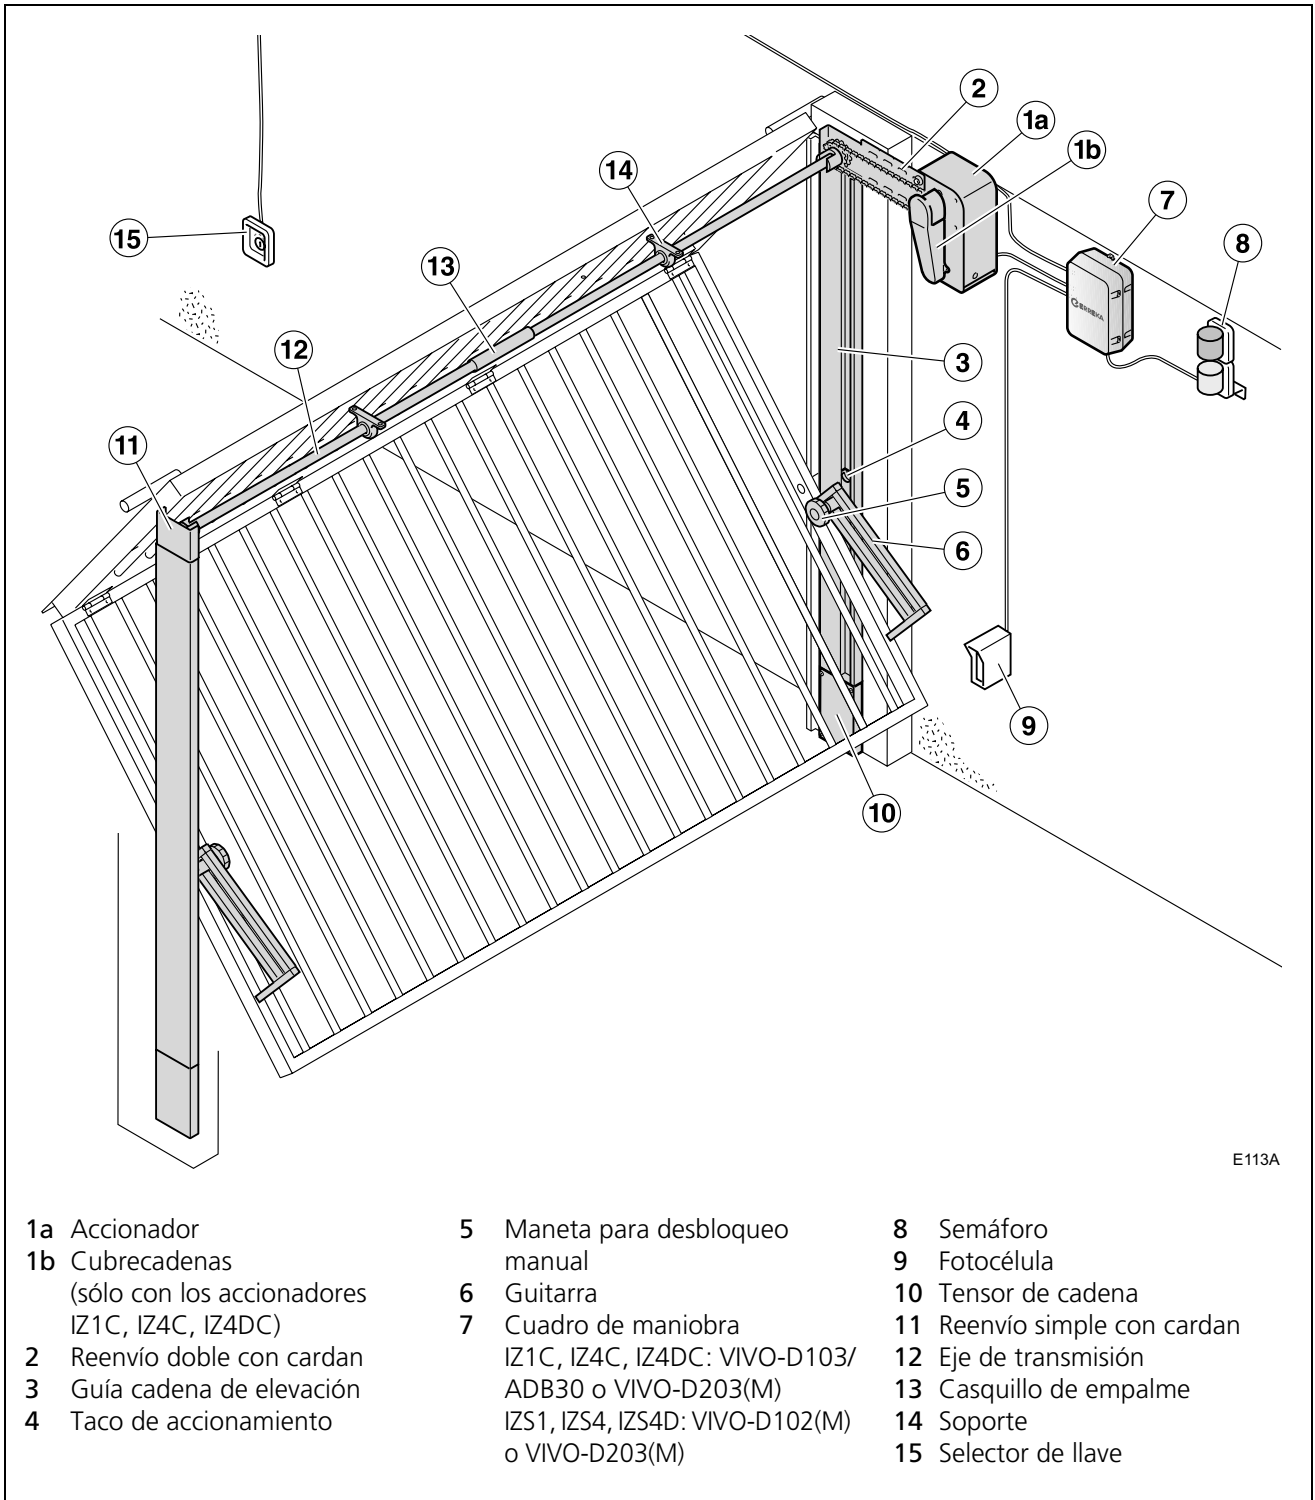
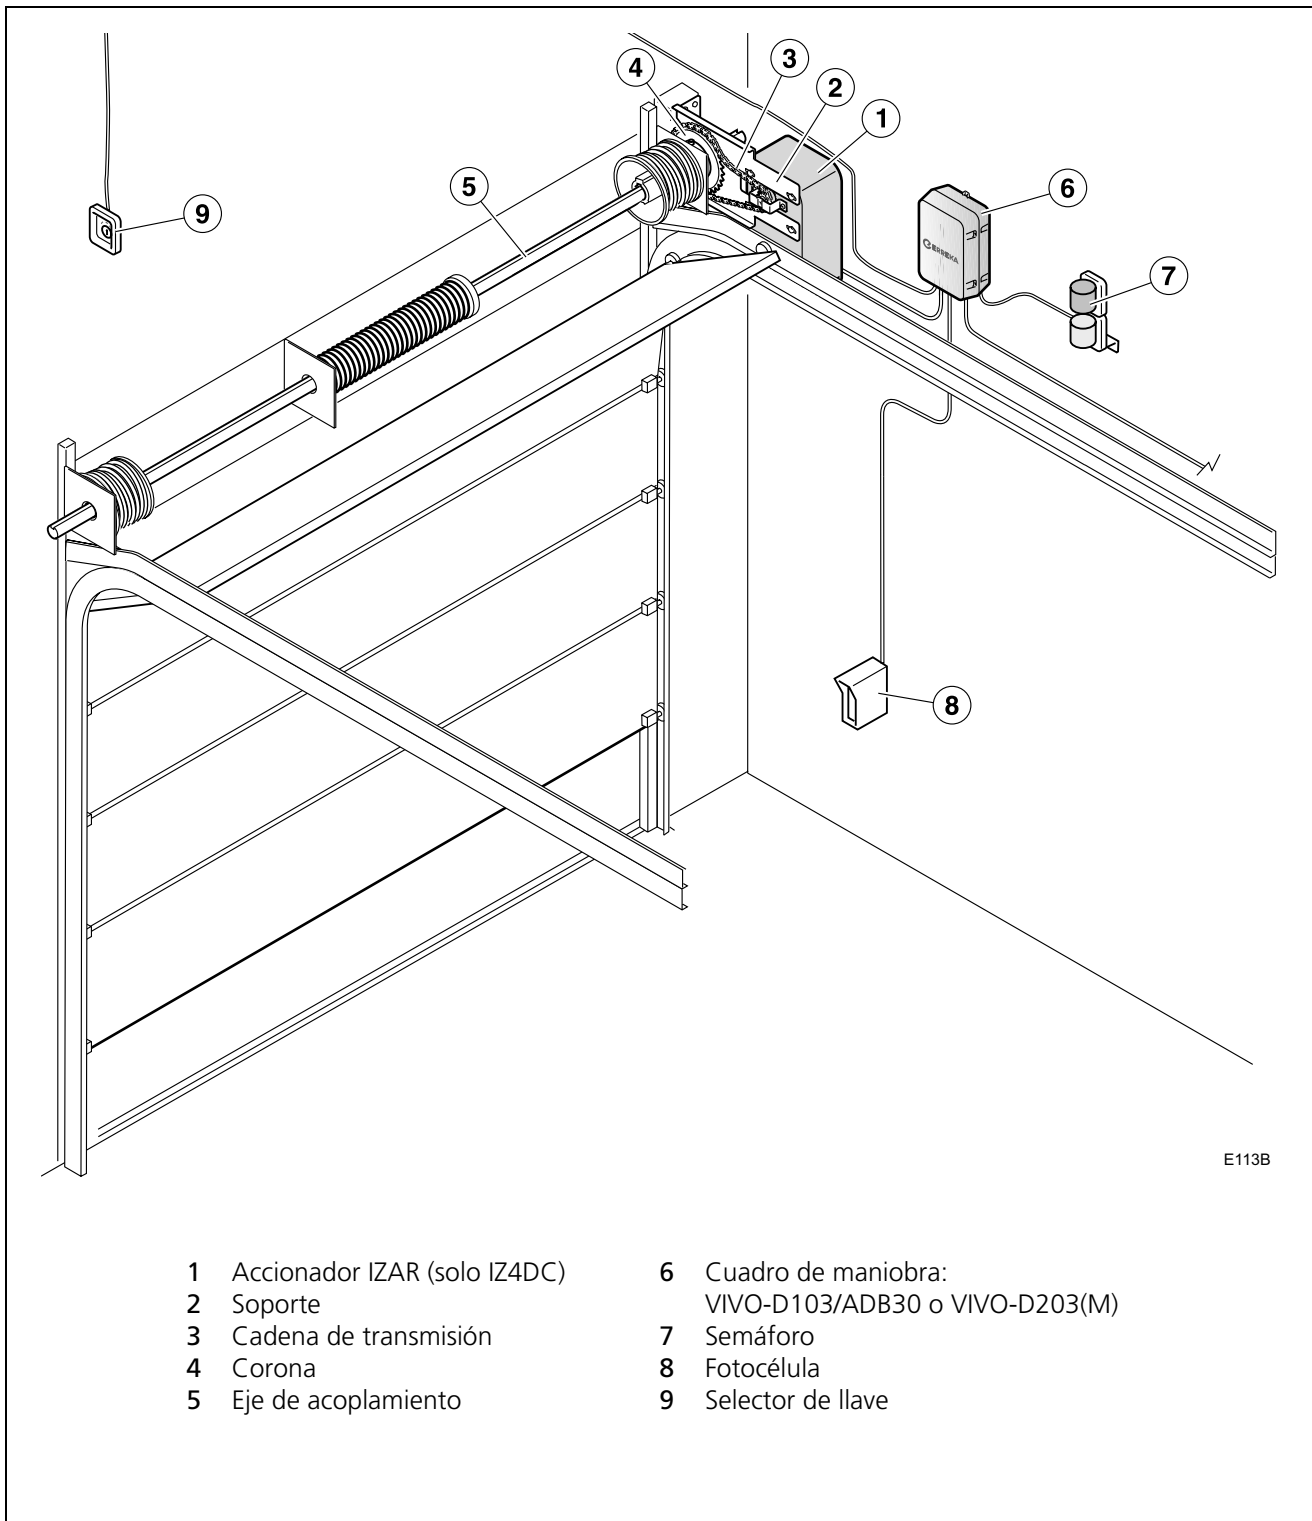

Fig. 1 Elementos de la instalación completa (puerta basculante)
Fig. 2 Elementos de la instalación completa (puerta seccional)
ℹ Para más información, vea "Fig. 1 Elementos de la instalación completa (puerta basculante)" en la página 10 y "Fig. 2 Elementos de la instalación completa (puerta seccional)" en la página 11.
- 2 Compruebe que el contenido del paquete está completo. Debe incluir el accionador (1a) y en los accionadores IZ1C, IZ4C e IZ4DC, también el cubrecadenas (1b) (ver "Fig. 1 Elementos de la instalación completa (puerta basculante)" en la página 10). El resto de elementos se suministran por separado.